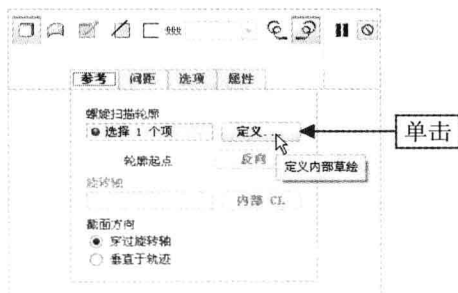

图 5-69 单击“定义”按钮
Step 03 弹出“螺旋扫描”选项卡，单击“参考”按钮，弹出“参考”下滑面板，单击“定义”按钮，如图 5-69 所示，弹出“草绘”对话框，在绘图区选取 TOP 基准平面作为草绘平面。